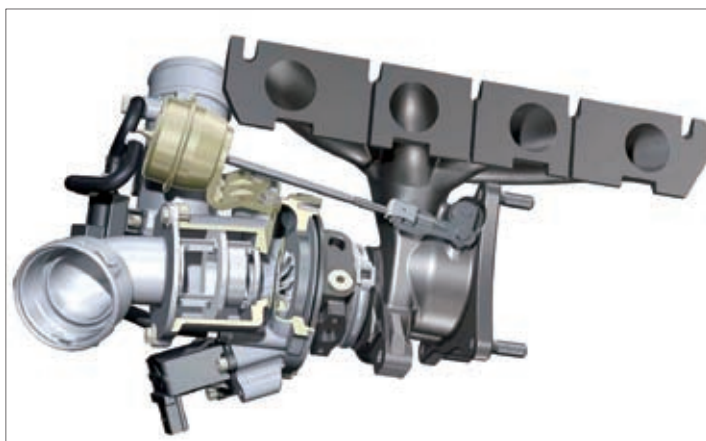

图1 涡轮增压器结构
涡轮增压器的结构如图1所示, 造成涡轮增压压力不够的主要原因有: ①涡轮增压器后方漏气; ②涡轮增压控制系统或控制管路故障; ③涡轮增压器机械故障。仔细检查涡轮增压器后方的管路, 没发现有泄